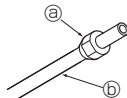

Fig. 5-5
5.2.3. Uzgriežņu uzlikšana (Fig. 5-5)